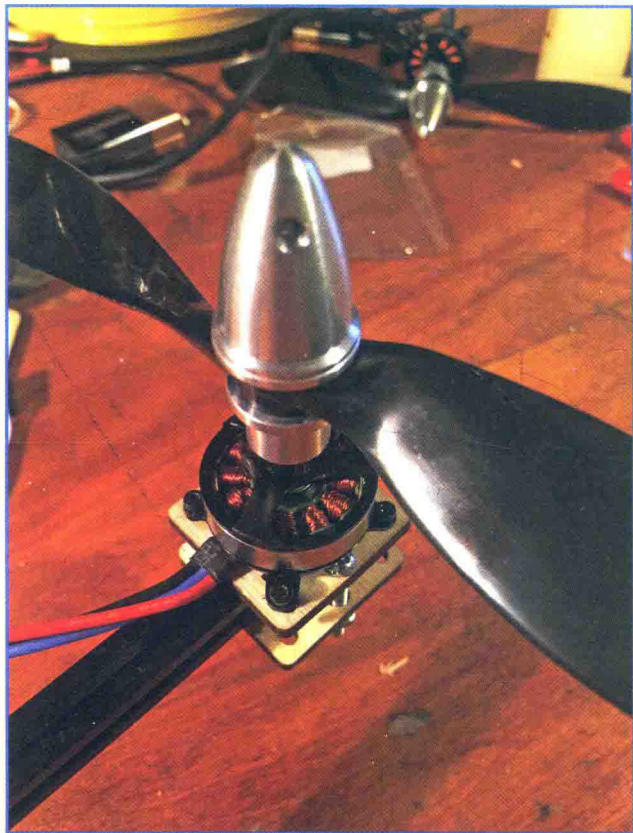

图 6.7 将马达和推进器固定到四轴直升机上
- 筒夹是锥形的金属夹具，如图 6.7 所示。这些适配器非常牢固，可以肯定推进器不会脱出马达轴。令人吃惊的是，这却不一定是好事！四轴直升机总是折断推进器。想象一下，推进器是快速旋转的薄塑料片。如果推进器撞到人行道或者墙壁，它就会断裂。许多户外无人机飞行就是因为推进器消耗完而草草结束的！本书中的四轴直升机项目使用筒夹。
在四轴直升机项目的下一部分中，你将加入马达和推进器，如图 6.7 所示。四轴直升机的每根连杆上都要有一个马达、一个推进器和固定用的五金件。不再啰嗦，让我们开始动手吧。